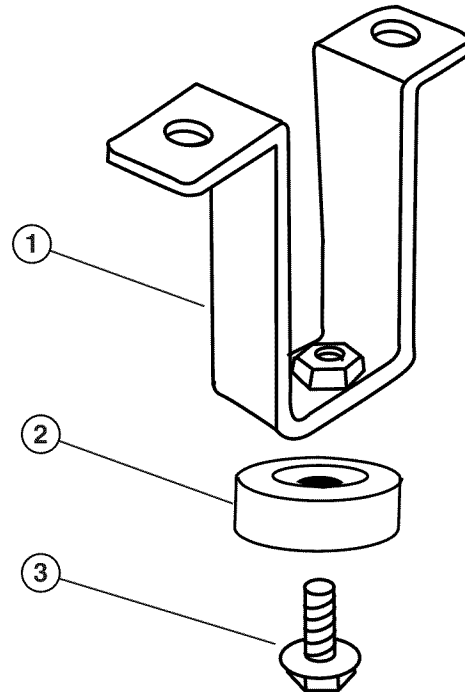

Figura 6 – Colocación de los tacos de goma
3. Coloque tacos de goma en las patas usando los dos pernos de brida M6 x 18 (vea la *Figura 6*).